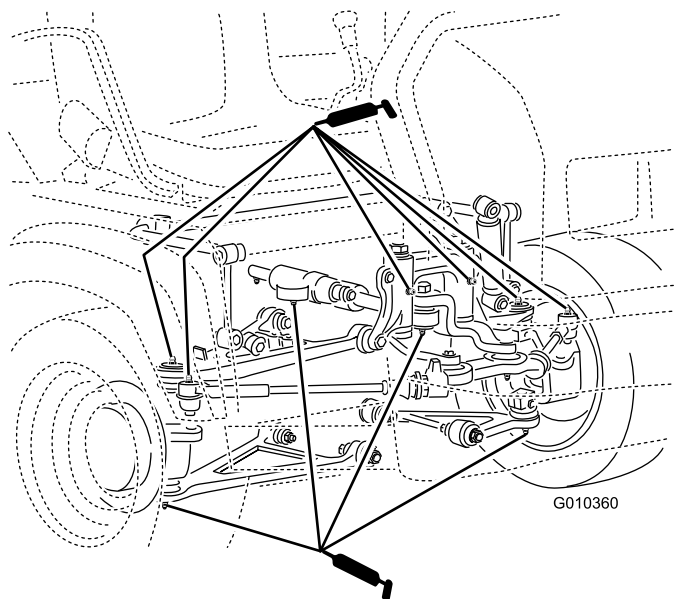

Figura 29
- Rótulas (4); consulte Figura 29
- Barras de ligação (2); consulte Figura 29
- Montagens articuladas (2); consulte Figura 29
- Cilindro da direção (2); consulte Figura 29